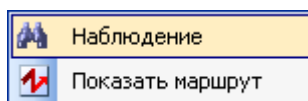

Рисунок 9 – Контекстное меню списка “Люди в шахте”
- нажатием ПКМ на фамилии человека в списке “+ Люди в шахте” на панели текущей информации и выбором в появившемся контекстном меню (рисунок 9) строки “Наблюдение”.
- нажатием ПКМ на фамилии человека в списке “ Люди в шахте” на панели текущей информации и выбором в появившемся контекстном меню (рисунок 9) строки “Показать маршрут”.